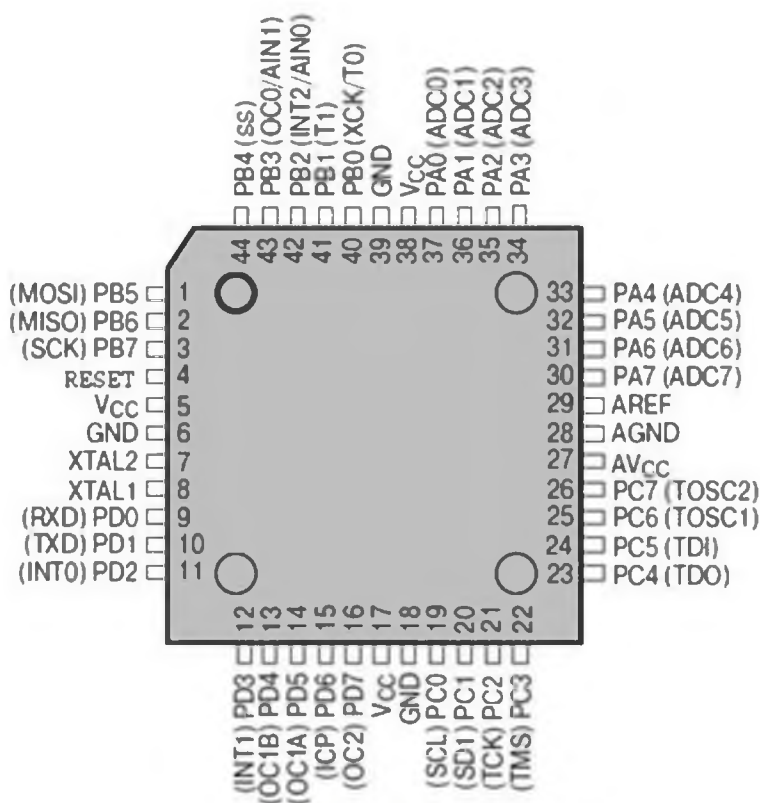

Рис. 1.3.
69. На рис. 1.3 представлен МК в корпусе: